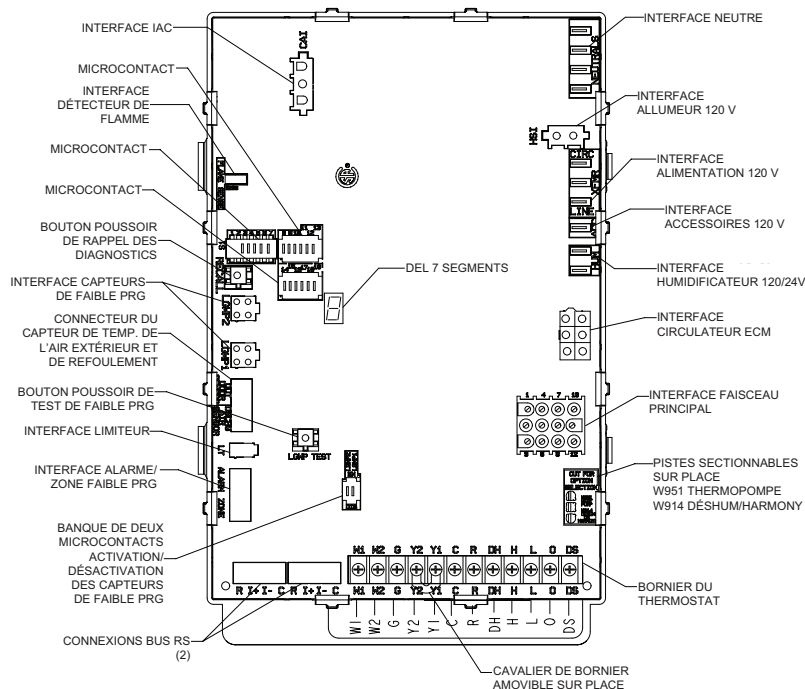

FIGURE 58
- 7 - Une borne d'alimentation secteur « EAC » de ¼ po est fournie sur le contrôleur intégré du générateur. Tout filtre électronique ou autre accessoire 120 V d'une résistance de 1 A ou moins peut être relié à cette borne, le neutre du circuit étant raccordé sur l'une des bornes neutres fournies. Reportez-vous à la FIGURE 58 pour l'emplacement de la borne. Cette borne est sous tension quand le ventilateur intérieur fonctionne.
- 8 - Le contrôleur intégré du générateur comporte une borne d'alimentation secteur « HUM » de ¼ po. Tout humidificateur ou autre accessoire 120 V d'une résistance de 1 A ou moins peut être relié à cette borne, le neutre du circuit étant raccordé sur l'une des bornes neutres fournies. Reportez-vous à la FIGURE 58 pour l'emplacement de la borne. Cette borne est sous tension en mode chauffage quand le ventilateur intérieur fonctionne.
- 9 - Une borne « H » de 24 V est fournie sur le bornier du contrôleur intégré. Tout humidificateur de 0,5 ampère ou moins peut être relié à cette borne, le neutre du circuit étant branché sur la borne «C» ou la terre. Reportez-vous à la FIGURE 58 pour l'emplacement de la borne.